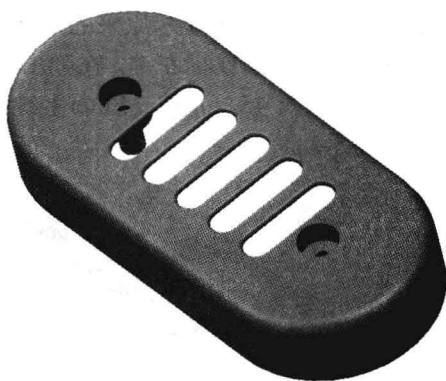

图 7-29 创建尺寸阵列
Step 04 在“输入第一方向的阵列成员数”数值框中输入 5，单击“应用并保存在工具中所做的所有更改，然后关闭工具操控板”按钮 ，即可创建尺寸阵列，效果如图 7-29 所示。